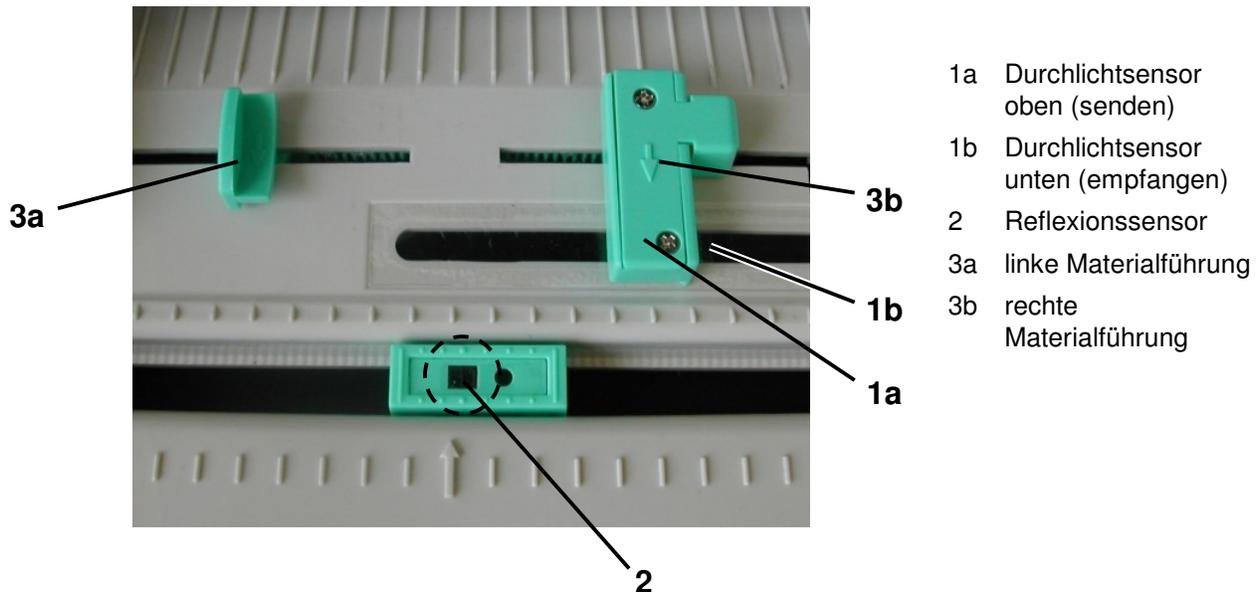
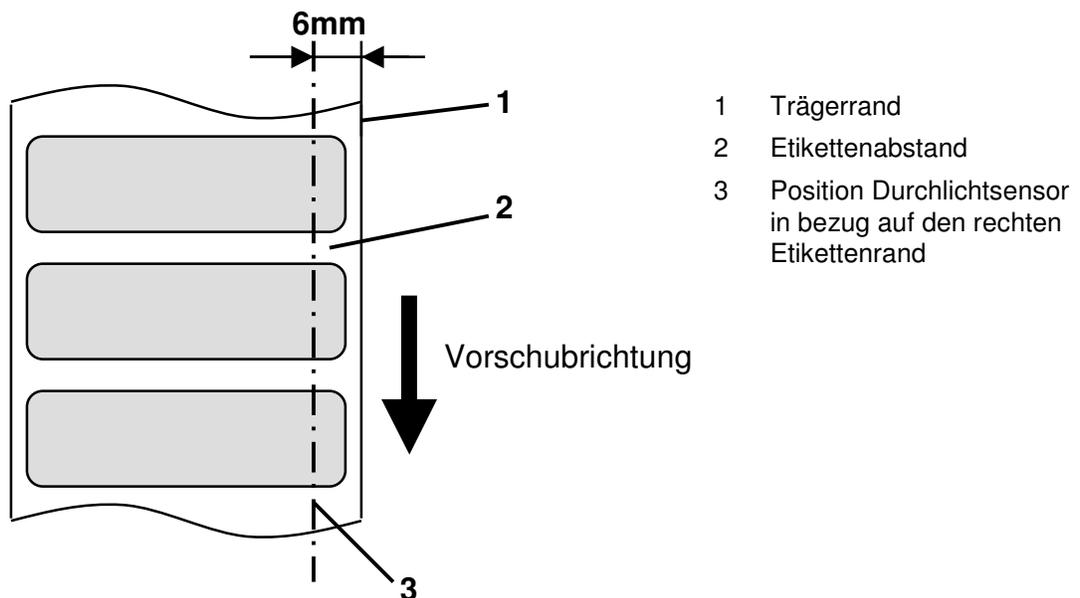

Abbildung 9 Übersicht Etikettensensorgruppe
Abbildung 10 Position Durchlichtsensor
Der Durchlichtsensor (Abbildung 9, Pos 1) besteht aus einem Sende- und einem Empfangsteil. Ein Teil befindet sich innerhalb der rechten Materialführung (1a), das Gegenstück dazu befindet sich innerhalb des Druckers auf der unteren Seite (1b).
Der Durchlichtsensor ist fix mit der rechten Materialführung (Abbildung 9, Pos 3b) verbunden. Der Sensor ist 6mm vom rechten Etikettenmaterialrand (Abbildung 10, Pos 1) eingestellt. Der Abstand der Etiketten (2) soll mindestens 2mm betragen.